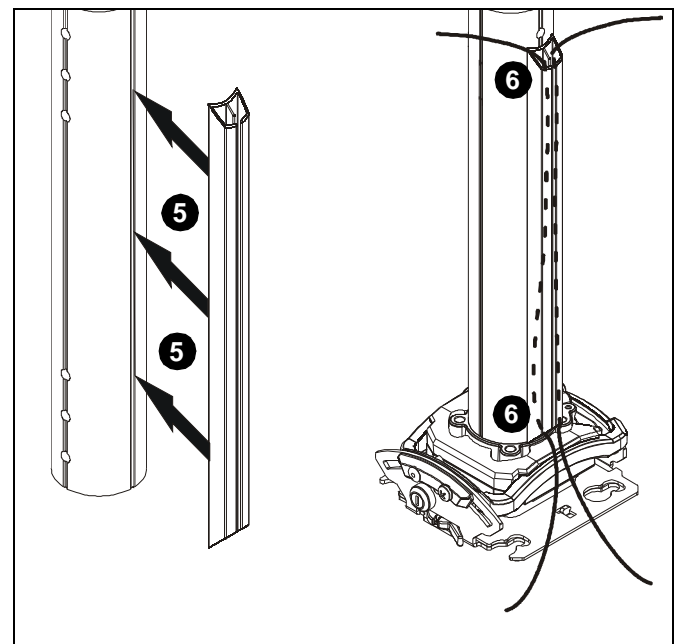

Abb. 1
3. Montieren und befestigen Sie die (nicht mitgelieferte) Halterung gemäß der der Halterung beiliegenden Anleitung am unteren Ende der Ausziehsäule (A).
4. Entfernen Sie die Klebefolie von der Rückseite der Kabelabdeckung (B).
5. Platzieren Sie die Kabelabdeckung (B) an der gewünschten Stelle der Säule (A). (Siehe Abb. 1)
6. Führen Sie die erforderlichen Kabel durch die Abdeckung (B). (Siehe Abb. 1)